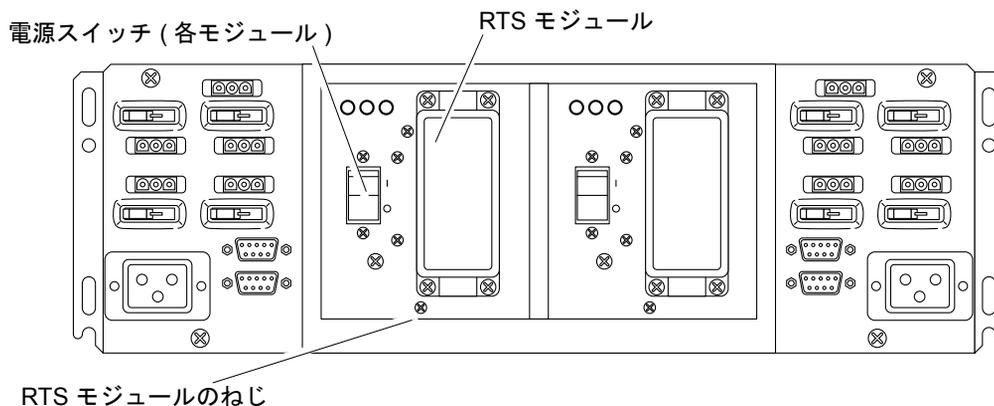

図 4-13 RTU アセンブリ
4. 交換する RTS モジュールの電源を切ります (図 4-13)。
6. RTU をキャビネットに固定している 4 本のねじを外します (図 4-13)。